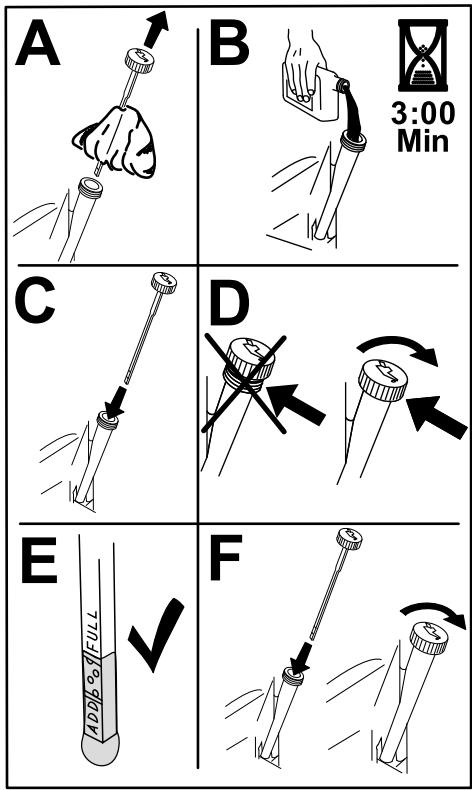

Рисунок 42
- Медленно залейте приблизительно 80% объема масла указанного типа в заливную горловину и затем медленно добавляйте масло, чтобы довести его уровень до отметки **Полный** (Рисунок 42).